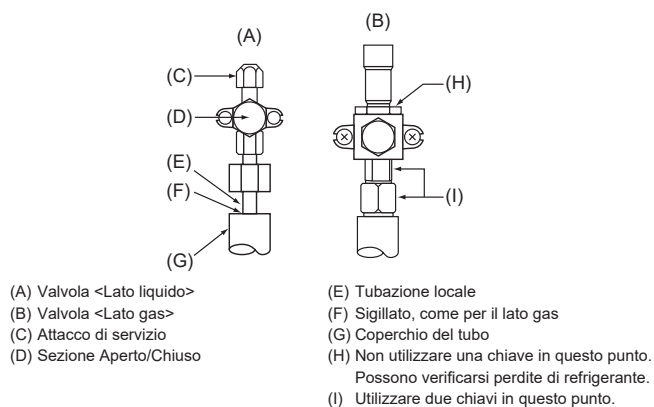

Fig. 4-4
* Ruotare solo la parte (A). (Non serrare ulteriormente le parti (A) e (B) l'una con l'altra.)
4.4. Tubo del refrigerante e metodo di verifica tenuta (Fig. 4-4)
- Accertarsi che le valvole (A) (B) siano chiuse e non aprirle.
- Aggiungere pressione alle linee del refrigerante attraverso il punto per interventi di servizio (C) della valvola del liquido (A).